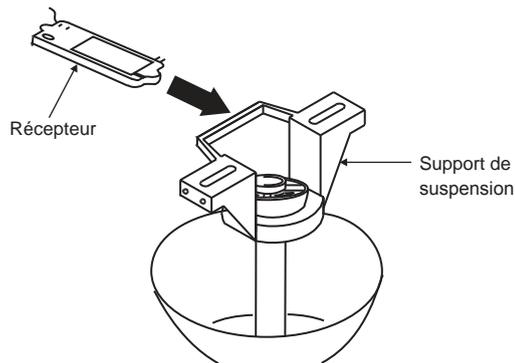

Fig. 11
Étape 1. Insérez le récepteur dans le support de montage au plafond avec le côté plat du récepteur face au plafond. (Fig. 11) Pour optimiser la performance, assurez-vous que l'antenne noire, à l'extrémité du récepteur, reste étendue et qu'elle n'est pas emmêlée avec les fils électriques.